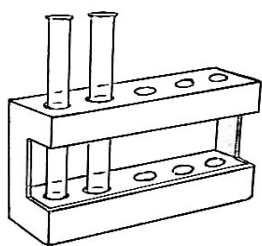

Рисунок 14 – Керамічний (порцеляновий) посуд:
**Випарювальні чашки** (рис. 14, а) широко застосовуються в лабораторіях. Вони бувають різних ємностей, з діаметром від 3–4 см до 50 см і більше. В середині чашки обов'язково покриті глазур'ю, зовні глазур доходить до 1/3–1/2 висоти від краю. Хоча фарфорові чашки можна нагрівати на голому полум'ї, але краще при випарюванні застосовувати азбестовані сітки або водяні бані, так як нагрівання в цьому випадку рівномірніше.
**Тиглі** – фарфоровий посуд з фарфоровими кришками (рис. 14, б). В тиглях прожарюють різні речовини. Фарфорові тиглі можна нагрівати до температури не вище 1200 °С; таку температуру можна одержати, якщо прожарювання вести в муфельній печі.
**Ступки** застосовують для подрібнення твердих речовин. У ступці (рис. 14, в) речовини можна тільки розтирати, але не товкти.